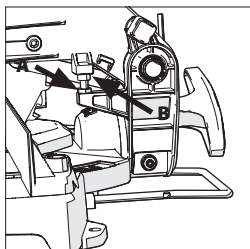

Fig. 12A + 12B
- Maak de moer los aan de afstandstop met een 10mm moersleutel (niet meegeleverd). **(Fig. 12A)**